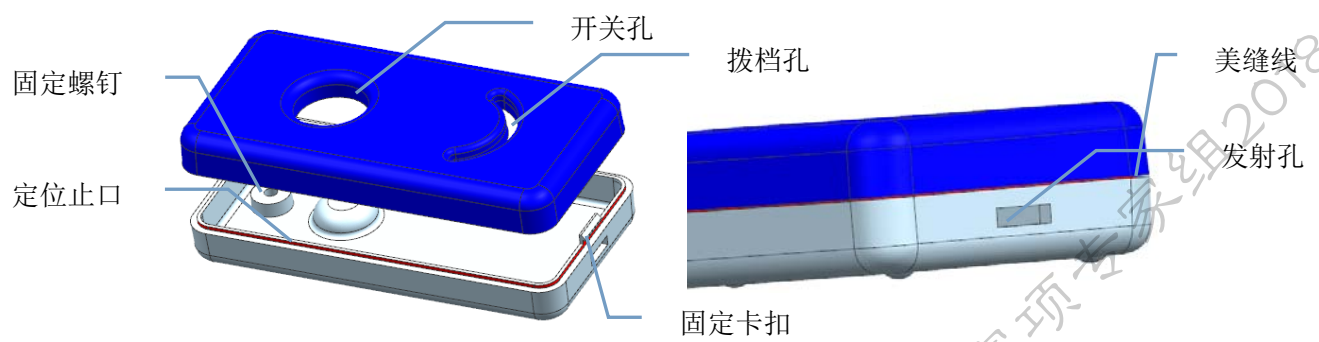

图 1 产品分解图
模具装配图（附图 1）所示。
塑件制件图（附图 1、3）所示。
参赛选手在 6+0.5 小时内，根据给定的塑件制件图（附图 2、3）、模具装配图（附图 1）、滑块和斜顶零件 2D 工程图(附图 6、7)、型腔镶块零件螺纹孔及水路布置图(附图 4)及型芯镶块零件螺纹孔、水路及顶杆孔布置图（附图 5），完成如下项目任务：
**要求：**如下**产品分解图 1**，设计中注意**操控盒**的功能要求，即**开关孔、拨档孔、发射孔、定位止口、固定包丝柱、卡扣、齐缝线**的**装配尺寸要求**，为后续产品检测的**关键尺寸**。